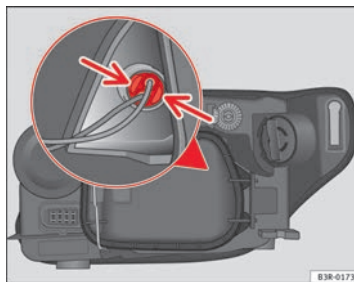

Fig. 210 Luz de posición (lado exterior vehículo)
- Presione ligeramente las pestañas del portalámparas ⇒ fig. 210 y tire hacia la tapa (también se puede extraer tirando de los cables del portalámparas).